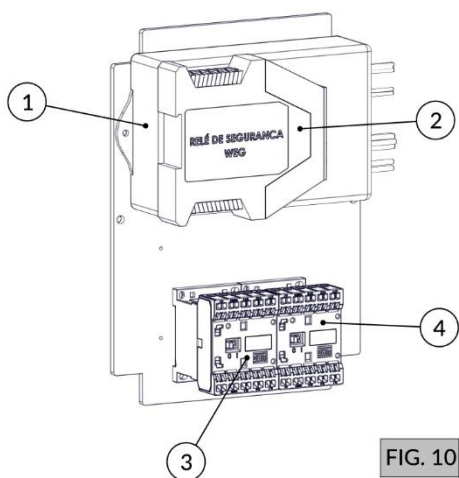
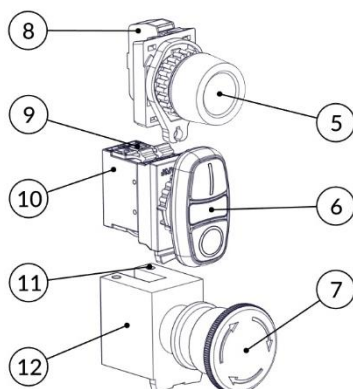

FIG. 10
FIG. 11
- c) Inspeção todo o conjunto de comando (contatores (FIG. 10), relê de segurança (FIG. 10), fonte chaveada HTR (FIG. 10), chaves de acionamentos (FIG. 11) e chicote elétrico) e verifique se há contaminação destes componentes por agentes externos agressivos ao sistema, tipo: sabão, água, insetos, etc. Verificar também a integridade dos cabos elétricos e seus terminais elétricos. Caso haja contaminação do sistema, deve-se proceder a troca do componente degradado.